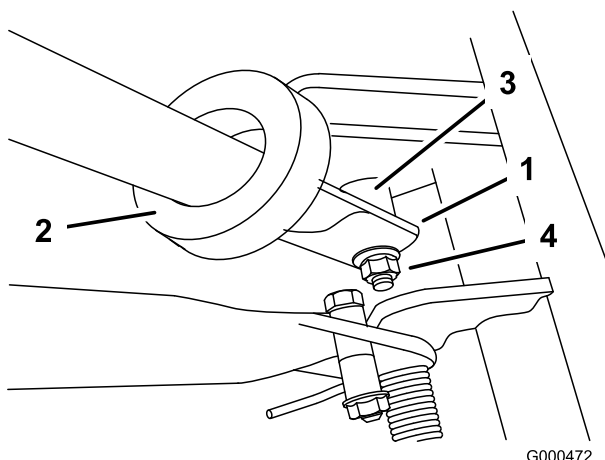

Figura 5
2. Introduzca los extremos del manillar por las ranuras de los brazos de soporte del manillar (Figura 5).
- Apriete las secciones inferiores hacia dentro e instálelas sobre el talón del bulón (Figura 5).
- Fije el manillar al perno y al bulón con la contratuerca de arandela prensada (Figura 5).